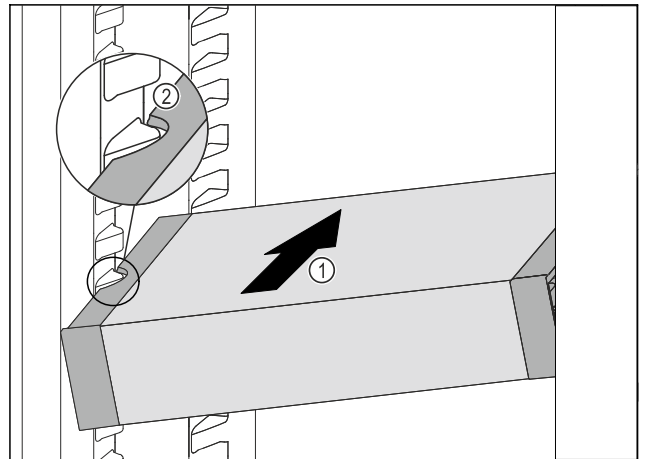

Fig. 82
- VarioSafe schräg in das Kühlteil einschieben Fig. 82 (1), bis sich die seitlichen Aussparungen Fig. 82 (2) des VarioSafes auf Höhe der Behälterrippe im Kühlteil befinden.